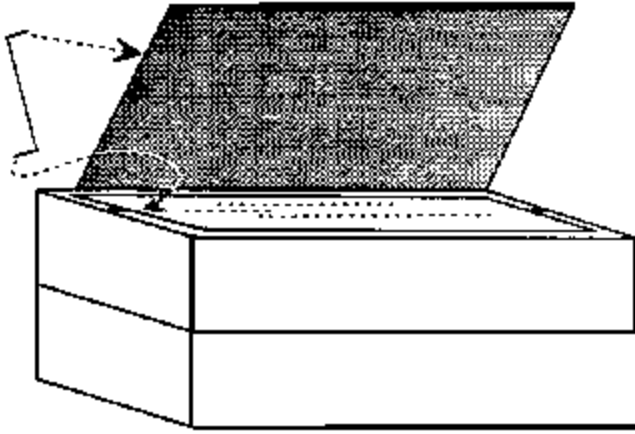

Figure 7
1. Mesurez la largeur des cotés de la base et utilisez ces mesures pour calculer les coupes nécessaires à la réalisation du réflecteur (figure 7). Coupez seulement trois côtés. Le réflecteur est plié vers le haut, le quatrième côté sert de charnière.
3. Pliez les extrémités du fil comme il est montré en Figure 7 et insérez celles-ci dans les plis du couvercle et du réflecteur pour supporter ce dernier.